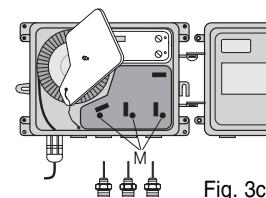

Fig. 3c
- Aflojar con un destornillador Phillips nº 2 los tornillos *M* de apriete de los terminales del conductor central (Fig. 3c).
- Loosen the *M* screws of the inner conductor terminals using a nº 2 Phillips screwdriver (Fig. 3c).
- Dévisser les vis de serrage *M* des âmes centrales des connecteurs au moyen d'un tournevis Phillips nº 2 (Fig. 3c).